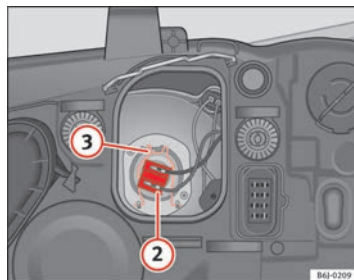

Abb. 143 Abblendlicht
- Ziehen Sie den Stecker ⇒ Abb. 143 ② von der Lampe ab.
- Die Haltefeder ⇒ Abb. 143 ③ durch Eindrücken und Rechtsdrehung abnehmen.